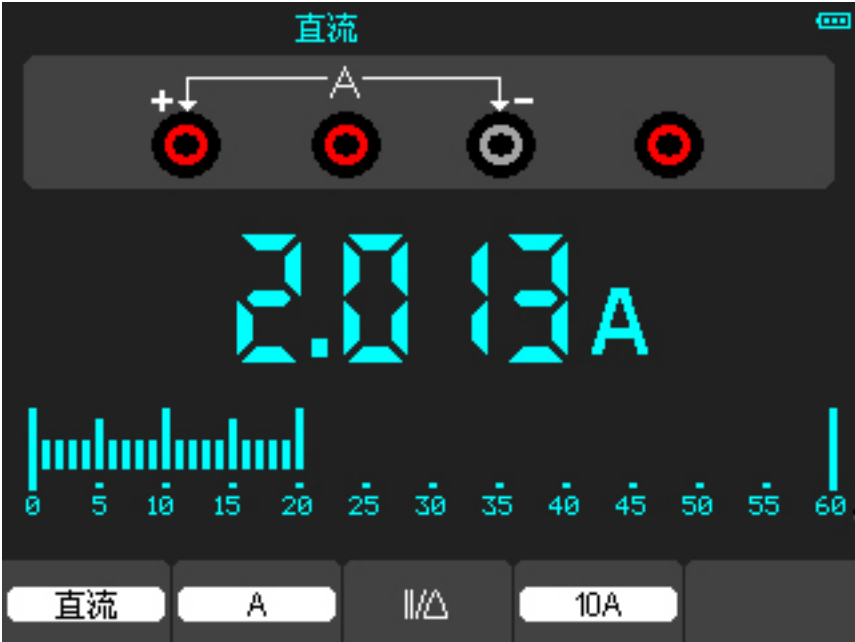

图 4-9 直流电流10A测量界面
- 将红色和黑色表笔连接到被测点，屏幕将显示被测点的直流电流值（如图4-9）。